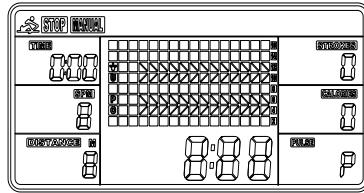

Fig. 4
(1) **MANUAL (MANUEL) (Fig. 4):** Il existe 2 options en mode MANUAL.